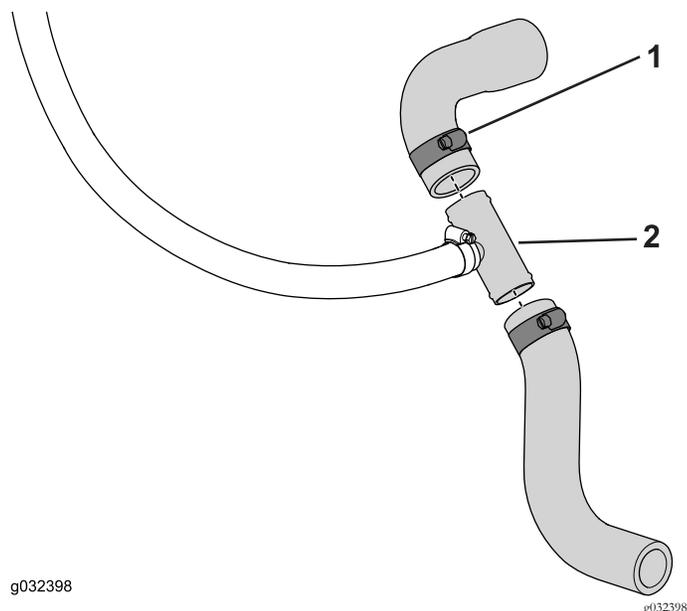

Рисунок 19
3. Наденьте отрезанные концы на тройник и закрепите шланговыми хомутами, как показано на Рисунок 19.